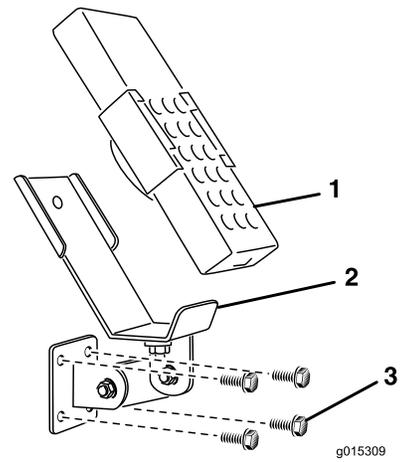
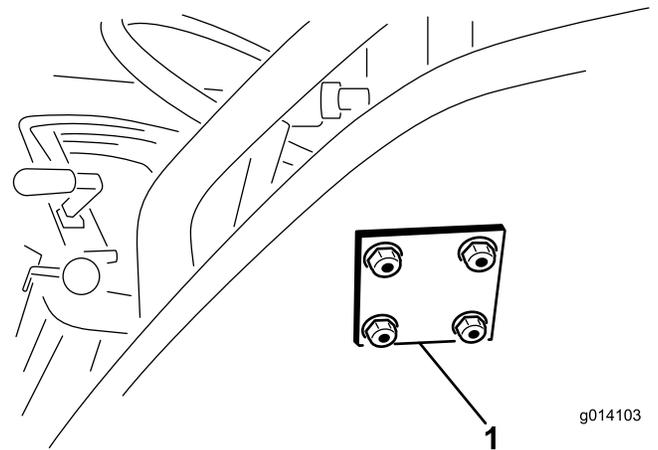

Figura 12
Figura 13
4. Sujete el soporte de montaje y la chapa de refuerzo con 4 pernos con arandela prensada de 5/16 x 1-1/2 pulgadas y contratuercas con arandela prensada (Figura 12 y Figura 13).